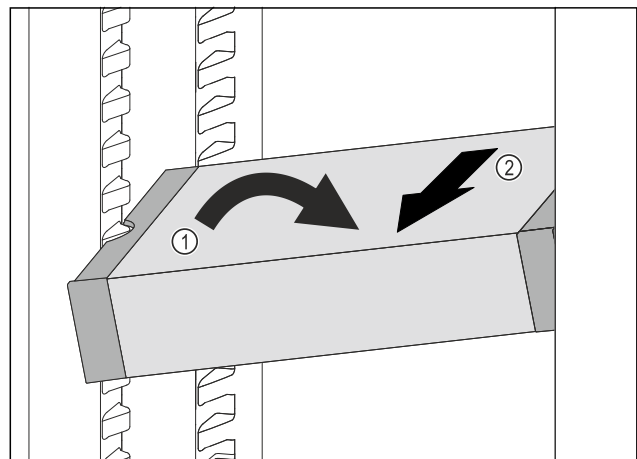

Fig. 111
- ▶ Incliner le VarioSafe dans la partie réfrigérateur Fig. 111 (1)
- ▶ Sortir le tiroir VarioSafe par l'avant Fig. 111 (2)